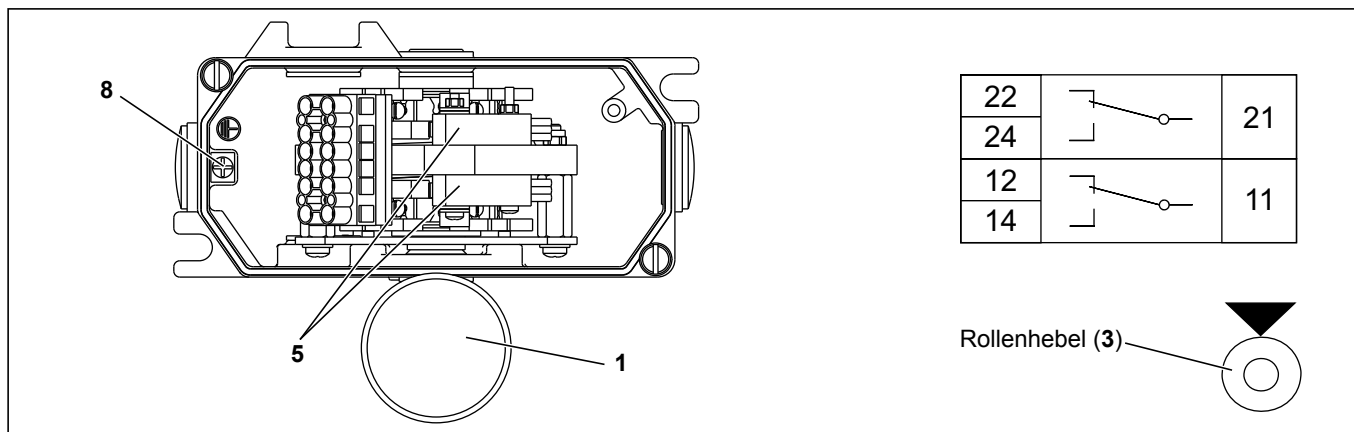

Abb. 4-1: Elektrische Anschlüsse
In der folgenden Tabelle und in *Abbildung 4-1, Seite 13* sind die elektrischen Anschlüsse bei maximaler Bestückung des Schieflaufschalters mit 2 Schaltelementen (5) dargestellt.